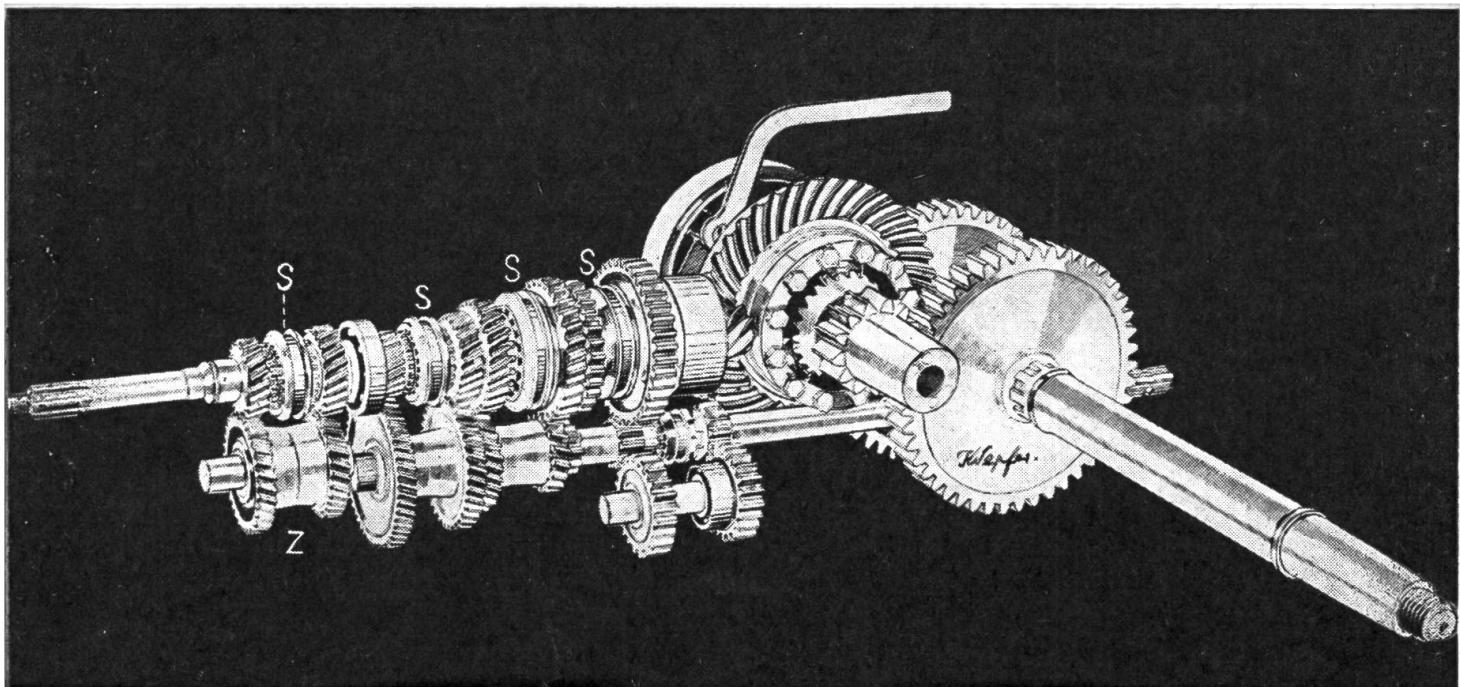
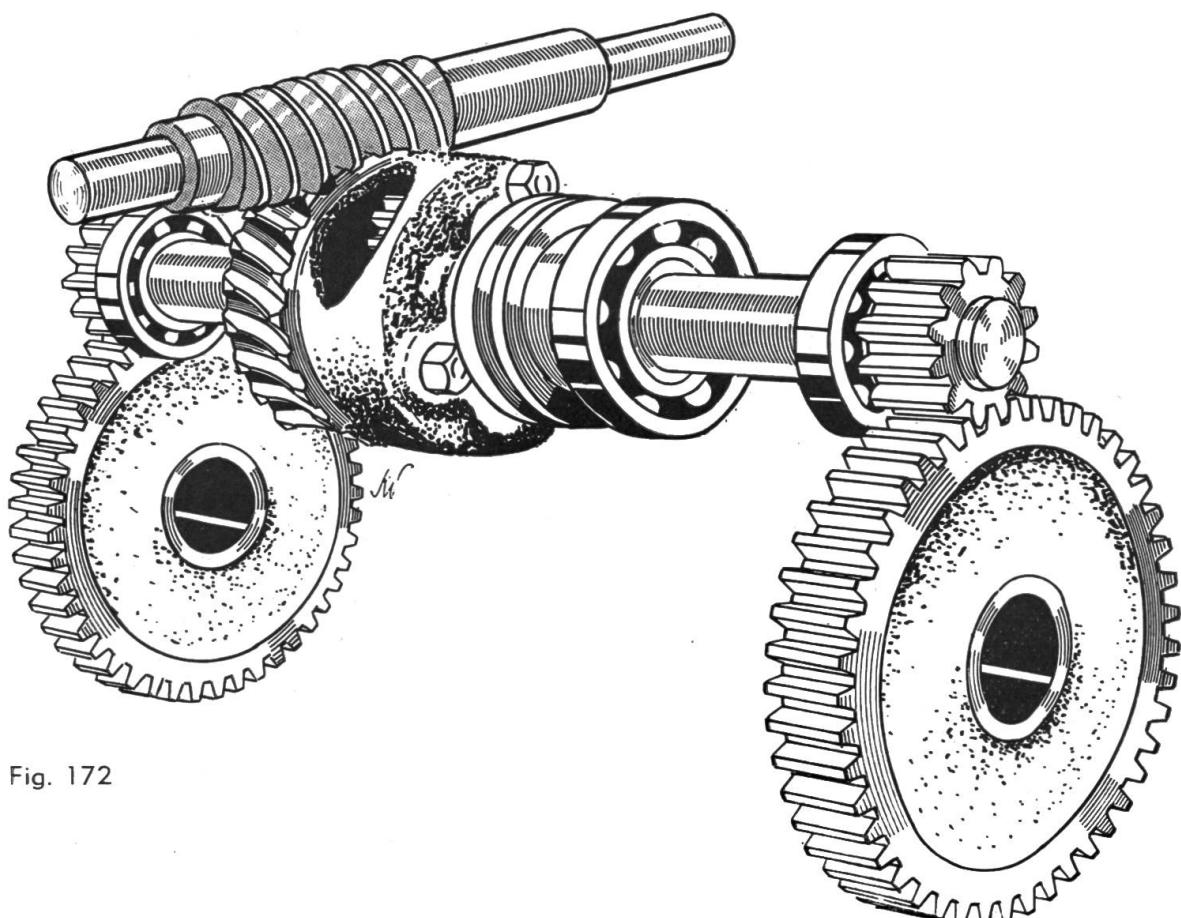

Fig. 165
Fig. 172
Im Automobilbau wird heute mit allen Mitteln versucht, diesen — von vielen Leuten schwer erlernbaren — Schaltvorgang zu vereinfachen, durch Verwendung von *Synchron*- und *hydraulischen Getrieben*. Doch sind heute auch in schweizerischen Traktoren Getriebe eingebaut, die den Schaltvorgang wesentlich erleichtern, indem durch Verwendung von Klauenkupplungen die einzelnen Schalträder dauernd im Eingriff belassen werden können. Der Schaltvorgang besteht somit nur noch darin, das gewünschte Zahnrad, das sich auf der Getriebewelle frei drehen kann, kraftschlüssig mit ihr zu verbinden. Diese Aufgabe fällt der Schaltmuffe zu, die innen mit Nuten versehen und auf der ebenfalls genuteten Getriebewelle seitlich verschoben werden kann. In diese Nuten passen entsprechende Vorsprünge des zu schaltenden Zahnrades (Fig. 165). Die grundsätzlichen Schwierigkeiten des Schaltvorganges sind damit zu einem Teil behoben und vor allem sind durch Verwendung von Schaltmuffen, Zahnbeschädigungen durch unsachgemäßes Schalten kaum mehr denkbar.
Fig. 165: 10-Gang-Traktorengetriebe (Bührer «Super»). Bei diesem Getriebe sind alle Räder dauernd im Eingriff. Sie drehen leer auf der Antriebswelle. Das Einschalten geschieht durch Verschieben der Schaltmuffen (S). Durch Verwendung eines Zwischengetriebes (Z) ist es möglich, alle Getriebestufen des 5-Gang-Getriebes mit oder ohne dieses zu benutzen, so dass wir ein 10-Gang-Getriebe erhalten. Die Zapfwelle hat 2 Geschwindigkeiten und wird ebenfalls durch Klauen geschaltet.
Dagegen werden heute die meisten Einachstraktoren mit Differentialgetrieben ausgerüstet (Fig. 172).
Fig. 172: Vielfach werden zwischen Differential und Radachse noch sog. Ritzelgetriebe eingebaut, wie z. B. bei den beiden 5- und 10-Gang-Traktorengetrieben in Fig. 164 und Fig. 165. Die gleiche Methode wird auch in einzelnen Einachstraktoren mit Erfolg angewendet. Unser Bild zeigt das Differentialgetriebe des Rapid-Einachstraktors, bei dem ebenfalls ein Ritzelgetriebe verwendet wird.